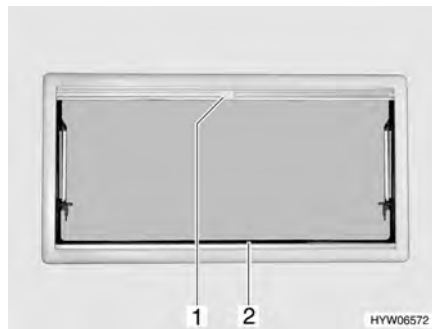

Fig. 61 Fenêtre projetante
- Saisir le dispositif occultant plissé (Fig. 61,2) par le centre de la barre-poignée, le tirer du bas vers le haut et le relâcher à la hauteur voulue. Le dispositif occultant plissé reste alors à cette hauteur.
- Tirer la moustiquaire (Fig. 61,1) par la poignée vers le bas jusqu'à ce qu'elle entre en contact avec le dispositif occultant plissé (Fig. 61,2).
- Pousser la poignée (Fig. 61,1) sur la moustiquaire.